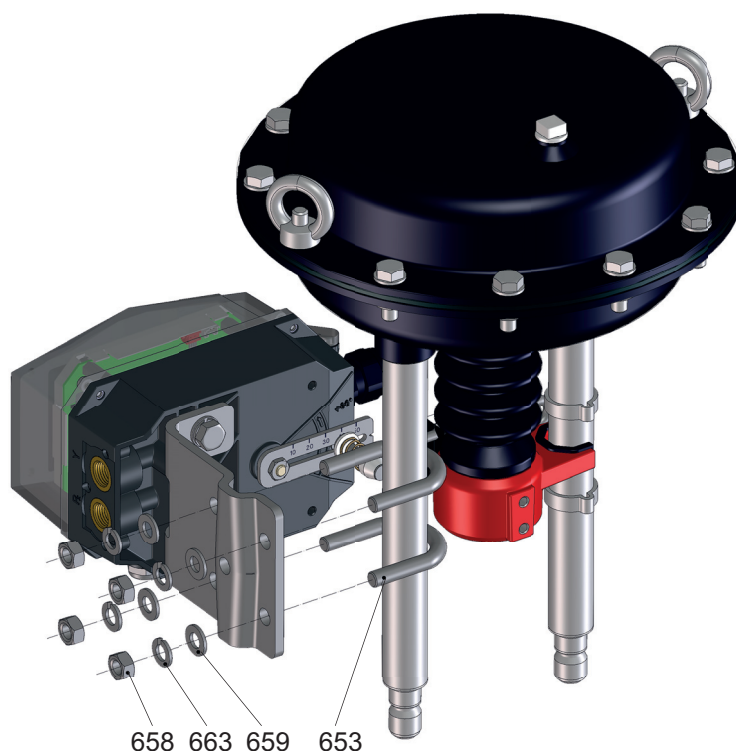

Bild 14
6. Befestigen des ARI-STEVI-POS® an der Antriebssäule (siehe Bild 14):
Nach der groben Ausrichtung können die Sechskantmutter (Pos. 658) vorläufig festgezogen werden (siehe Bild 14).